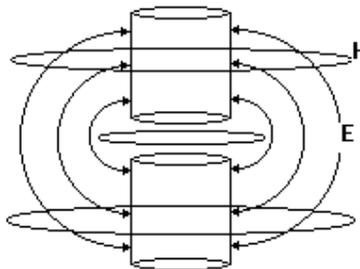

Figura 1: campos E y H de una antena EH
Usted necesita comprender el comportamiento de los campos E y H de una antena antes de ir en los detalles del circuito de la red. La figura 1 describe los campos de un dipolo corto. Sin embargo, un dipolo de alambres común tendría similares campos eléctricos (E) y magnético (H). Es importante hacer notar que las líneas del campo E (solamente se muestran algunas) deber salir o entrar en la superficie en ángulos rectos a la superficie y el recorrido es circular entre ambas superficies. Las líneas del campo E se muestran en rojo y solamente se muestran las que atraviesan una sección. Las líneas de campo H son perpendiculares a las del campo E y lo rodean. Note que hay dos (2) líneas del campo H mostradas en la figura 1. Esto se explica en forma detallada en la sección de teoría del sitio web. [www.eh-antenna.com](http://www.eh-antenna.com).